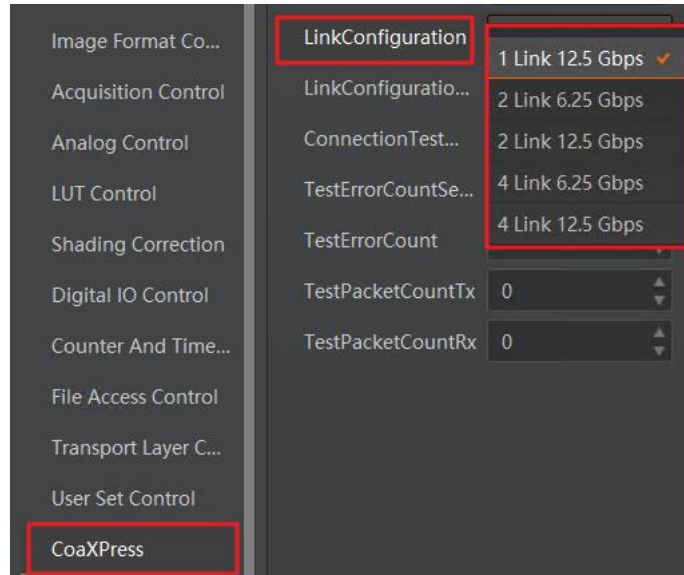

图6-9 Link 配置模式设置
8. 通过 CoaXPress 属性下的 *LinkConfiguration* 参数设置 Link 配置模式，可以对 Link 数以及每根 Link 的传输带宽进行设置，如图 6-9 所示。